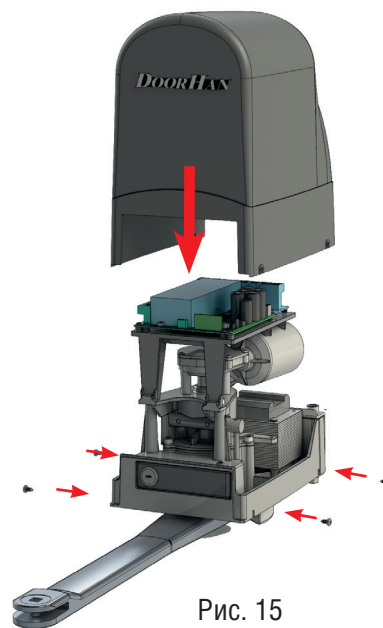

Рис. 15
- Наденьте верхнюю и нижнюю крышку корпуса, затяните крепежные винты (рис. 15).